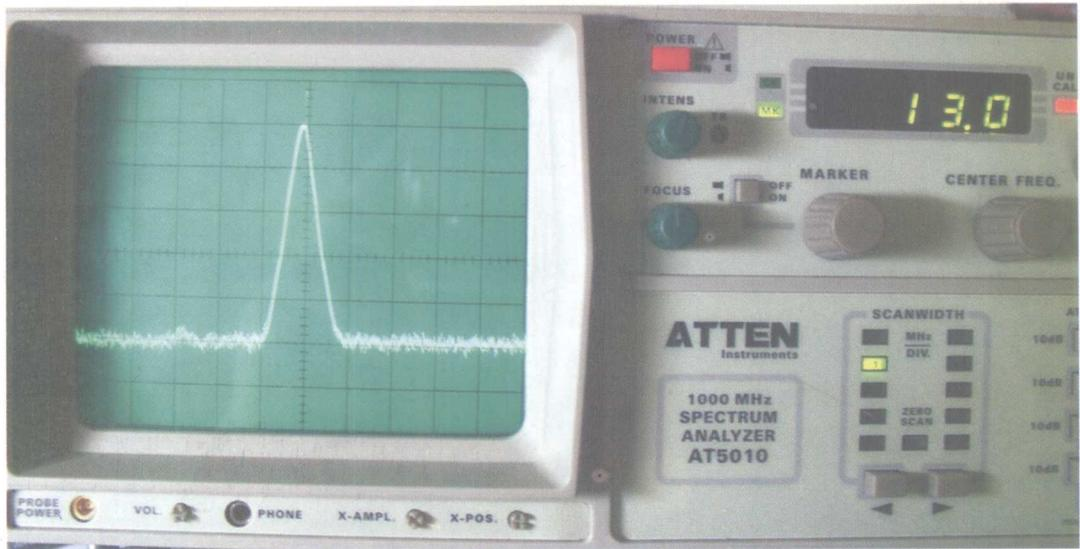
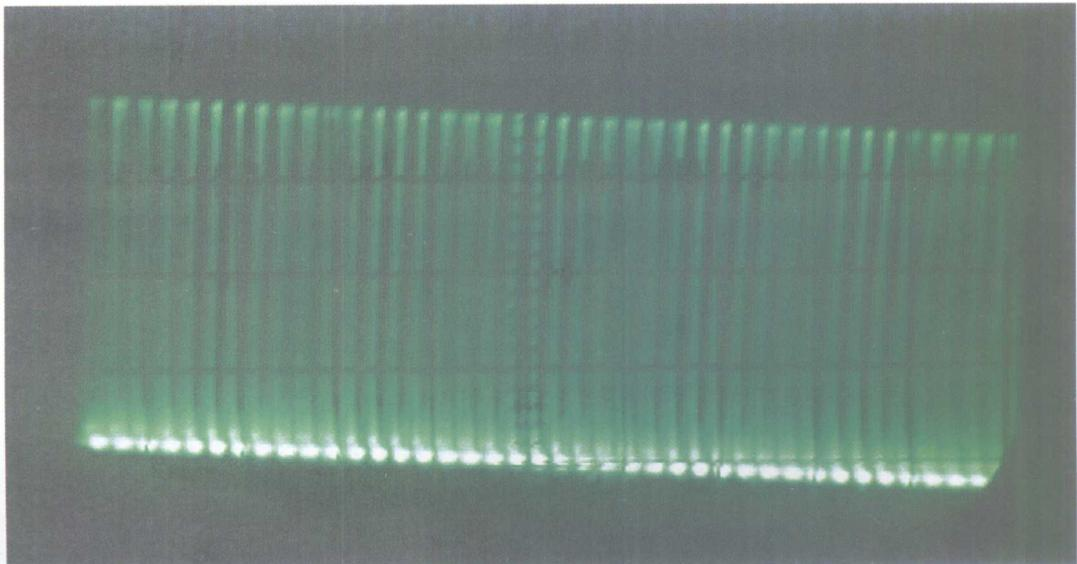

图1 频谱分析仪检测到的13MHz逻辑时钟信号
图2 10MHz示波器检测到逻辑电路中的数据信号
- (1) 开机触发信号：开机按键产生。可用万用表或示波器检测。
- (2) 逻辑电源、时钟电源：电压信号，给逻辑电路及基准频率时钟电路供电。可用万用表或示波器检测。
- (3) 时钟信号：手机电路中的基准频率时钟电路通常产生 13MHz 的信号，但也有 26MHz 的信号。经处理后送到逻辑电路作逻辑时钟的信号都是 13MHz，该信号可用频率计、示波器或频谱分析仪检测。需注意的是，手机电路中还有各种各样的时钟，如 32.768kHz 的实时时钟、8kHz 的 PCMSCLK、520kHz 的 PCMDCLK 等。图 1 所示的就是用频谱分析仪所检测到的 13MHz 逻辑时钟信号。如果用示波器检测，调节好 SEC/DIV 后，应可以看到正弦波。
- (4) 复位信号：复位信号是一个电压信号，最好使用示波器检测。复位信号通常由电源电路或一个专门的复位信号产生电路输出，到逻辑电路。
- (5) 开机维持信号：该信号是由逻辑电路输出到电源电路，维持电源电路工作的。可用示波器或万用表检测。
- (6) 逻辑电路中的信号：逻辑电路中的信号通常是一些随机的数字信号，一般条件下只能靠经验判断，比较信号的正常与否。图 2 所示的就是用 10MHz 示波器检测到的逻辑电路信号之一。